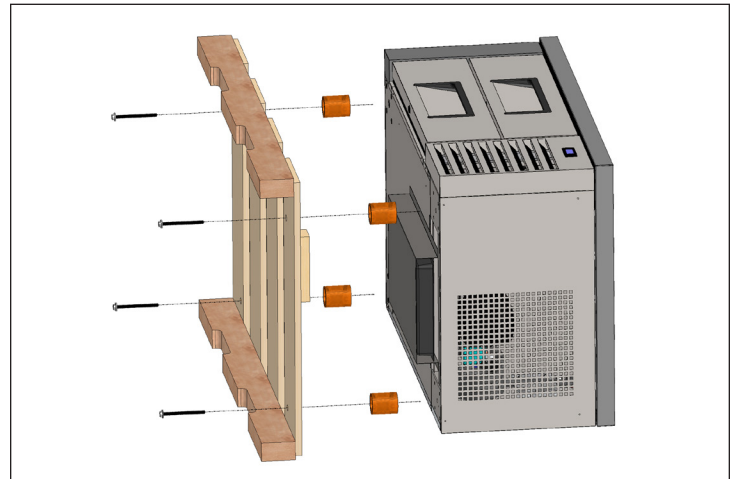

Fig. 2. Retire los pernos de transporte.
- c. Con una llave ajustable, retire todos los pernos de transporte que aseguran la plataforma de madera a la parte inferior del aparato. Véase la fig. 2.